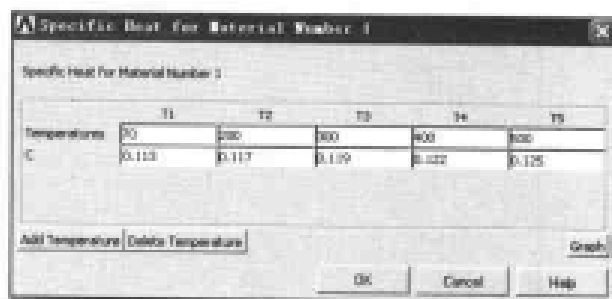

图 9-99 输入罐体材料比热对话框
(4) 双击 Define Material Model Behavior 对话框上的 Specific Heat 选项，出现 Specific Heat for Material Number 1 对话框，单击该对话框上的 Add Temperature 按钮 4 次，参照图 9-99 在文本框中进行输入，单击 OK 按钮关闭该对话框。